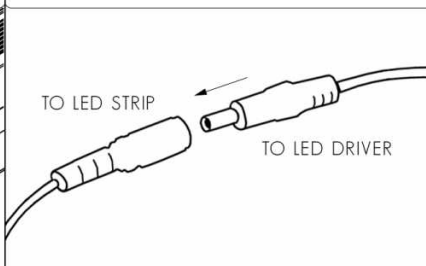

FIG. 3 - ENSURE EXTRUSION IS MOUNTED SECURELY
5. CLIP EXTRUSION ON TO JOINERY MOUNTING CLIPS, ENSURING A FIRM CONNECTION (SEE FIG. 3).